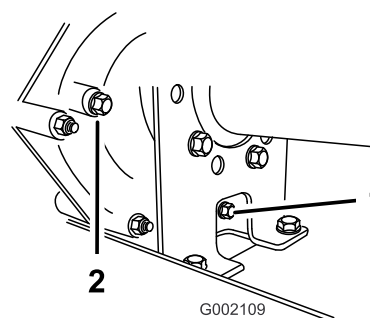

Figura 50
2. Limpe a área em torno dos tampões de enchimento e escoamento com um trapo (Figura 50).
4. Retire o tampão de enchimento rodando-o para a esquerda (Figura 50).
5. Retire o tampão de escoamento rodando-o para a esquerda (Figura 50).
6. Coloque e aperte o tampão de escoamento e a junta no orifício do tampão de escoamento da transmissão (Figura 50).
na transmissão $\frac{1}{2}$ o estar alinhado com a parte inferior das estrias (Figura 50).
8. Coloque a aperte o tampi $\frac{1}{2}$ o de enchimento e a junta no orifi $\frac{1}{2}$ cio do tampi $\frac{1}{2}$ o de enchimento da transmissão $\frac{1}{2}$ o (Figura 50).
10. Verifique o n $\frac{1}{2}$ vel de fluido e adicione mais fluido, se o n $\frac{1}{2}$ vel estiver abaixo das estrias do orifi $\frac{1}{2}$ cio do tampi $\frac{1}{2}$ o de enchimento (Figura 50).